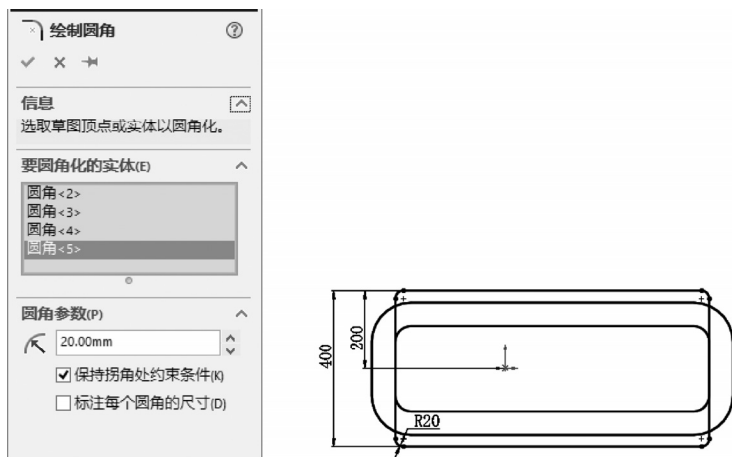

图 9-46 创建底座草图圆角特征
**3** 绘制圆角。选择菜单栏中的“工具”→“草图绘制实体”→“圆角”命令，或单击“草图”控制面板中的“圆角”按钮，在弹出的“绘制圆角”属性管理器中“圆角半径”输入 20.00mm。单击下箱体底座草图中矩形的 4 个顶角边，创建草图圆角特征，如图 9-46 所示。